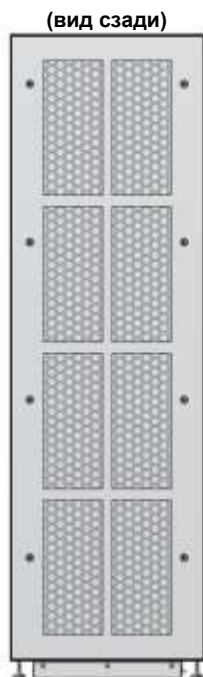

Рисунок 5-10: Вид ИБП сзади
- 3) Открутите восемь винтов М5 для снятия задней панели (см. **Рисунок 5-10** и **Рисунок 5-11**). После снятия задней панели, можно будет увидеть клеммы для проводки, как показано на **Рисунках 5-12 ~ 5-14**.